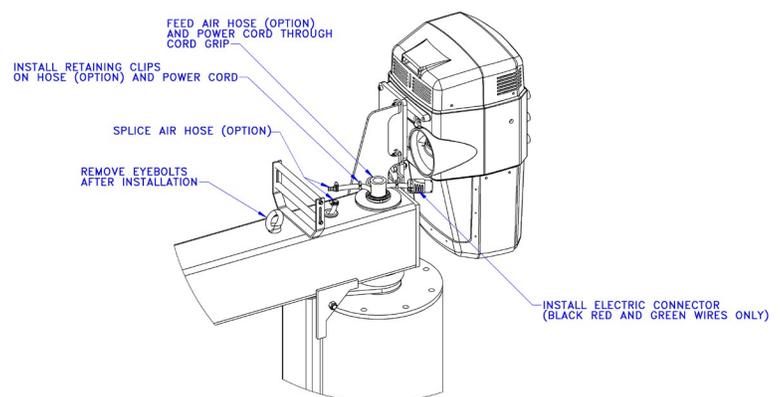

Abb. 4D. Installation des elektrischen Steckverbinders.
4.2.2 Führen Sie das Stromkabel und den Druckluftschlauch durch Kunststoff-Frictionsscheibe, Rückenplatte, Sicherungsmutter und Kabelklemme. Ziehen Sie die Sicherungsmutter an, bis das Spiel der Frictionsscheibe beseitigt ist. Installieren Sie den elektrischen Verbinder, verbinden Sie den Druckluftschlauch und installieren Sie Halteklammern. Montieren Sie das Exzenterband am Mast hinter den Zapfenrollen (**Abb. 4D**).